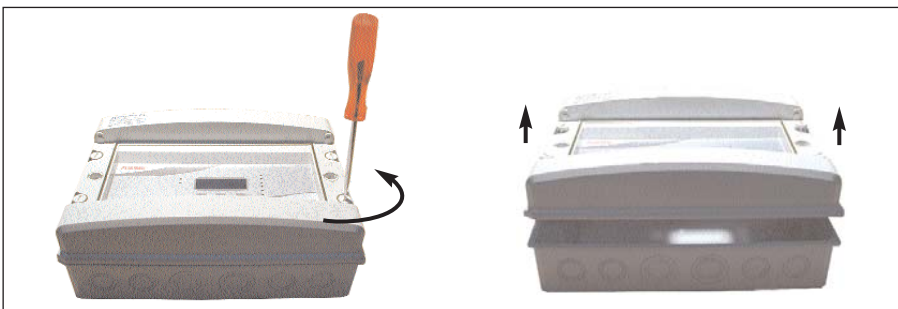

fig. 8
3. Dévisser les 4 vis à l'aide d'un tournevis plat adéquat. Oter le couvercle de son boîtier. (fig. 8)